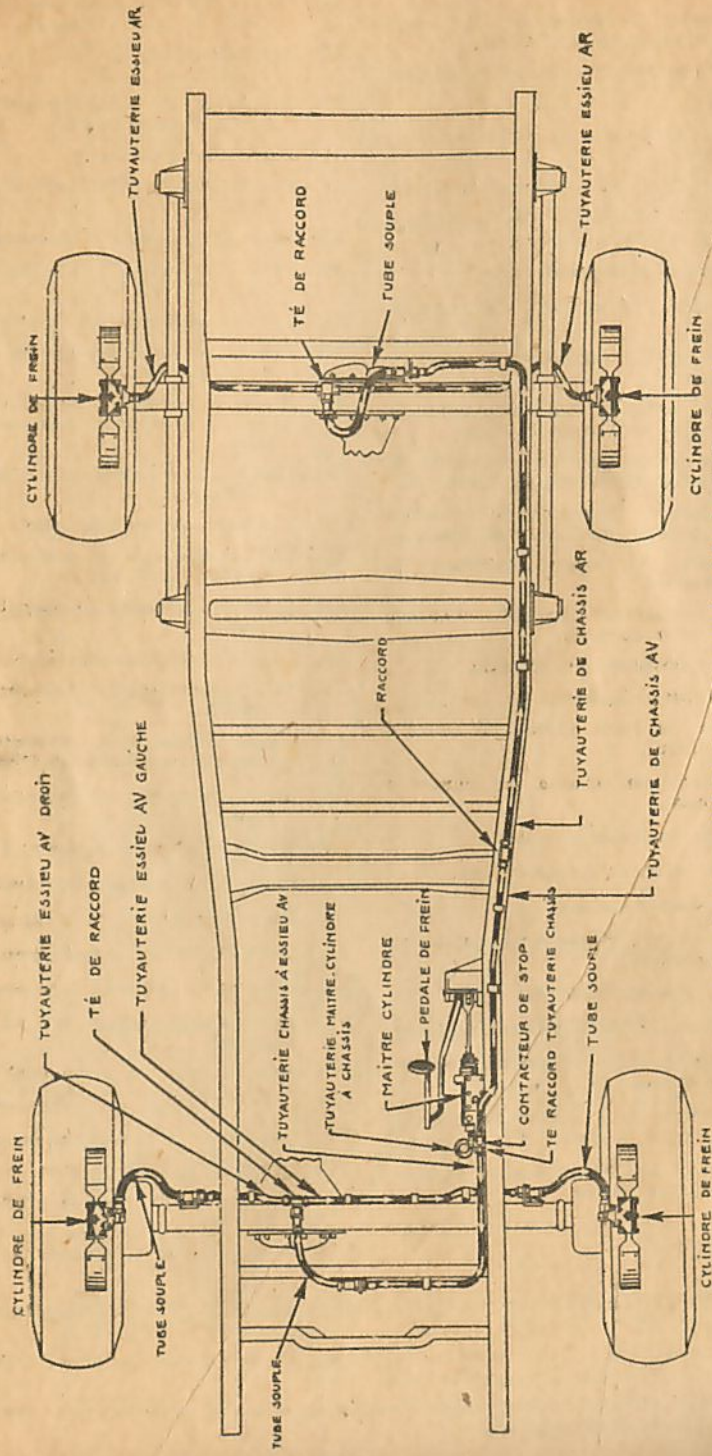
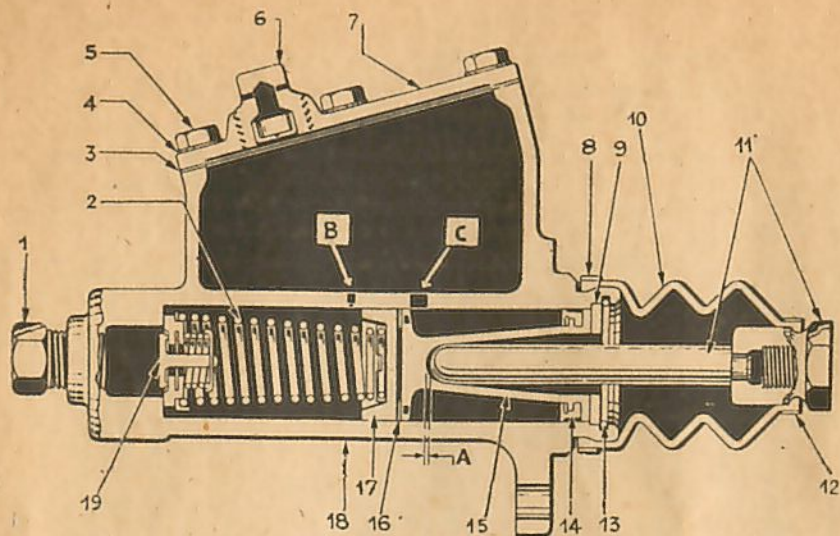

Fig. 25. — Plan du dispositif de freinage sur le châssis 3/4 T. 4 X 4.
Fig. 27. — Vue en coupe du maître-cylindre Lockheed.
a) **Frein au pied** (fig. 25 et 26) du type hydraulique Lockheed agissant sur la totalité des roues par l'intermédiaire d'un maître cylindre (fig. 27).